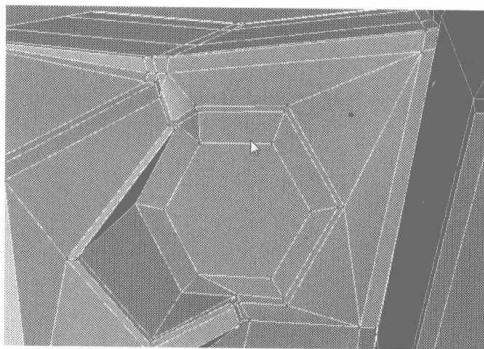

图 6.81
- 16** 辅助灯大概轮廓制作完成，细节部分大家可自行进行调整，效果如图 6.81 所示。